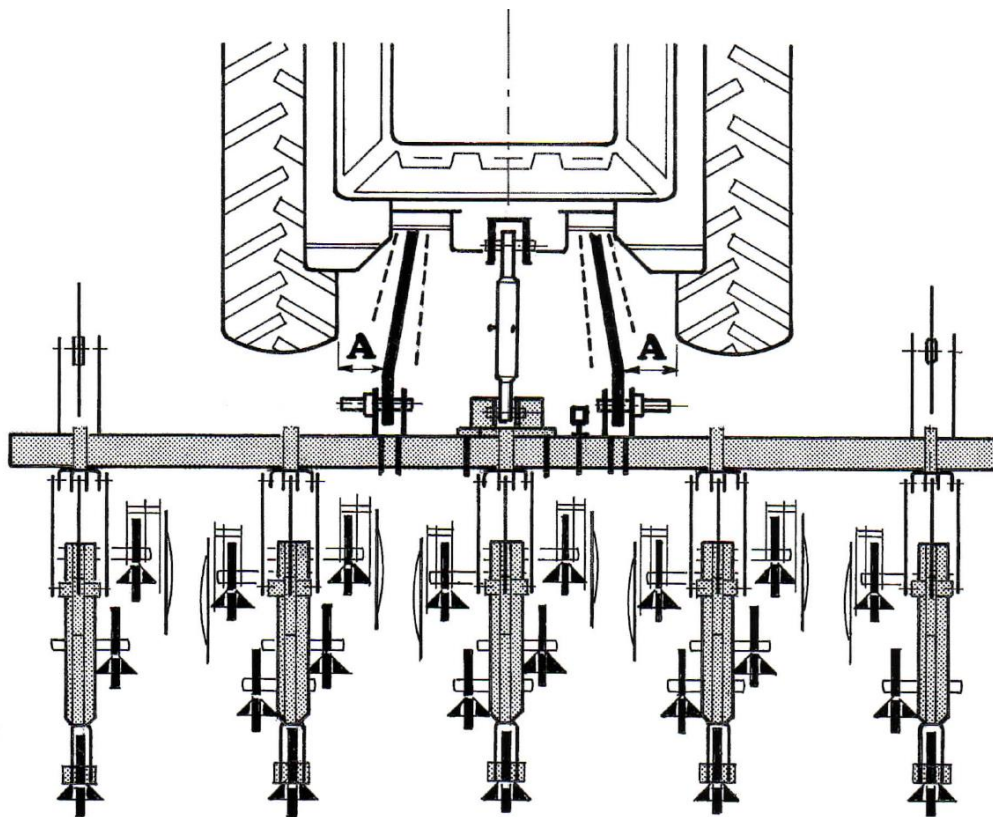

Fig. 13
- Opuścić pielnik, unieść talerze chroniące rośliny, przejechać kilka metrów, a następnie sprawdzić, czy ustawienie rozstawu zębów i talerzy jest odpowiednie, upewnić się, czy głębokość robocza jest poprawna, czy zagłębienie się w glebie stabilizujących krojów talerzowych jest wystarczające. To zagłębienie jest uzależnione od napięcia sprężyny (1); korbą regulacyjną (2) można zmienić to ustawienie: zagłębienie wynoszące 10 cm jest wystarczające w normalnych warunkach pracy.
- Ponownie przejechać około dziesięciu metrów i tym razem sprawdzić, czy pielnik nie zboczył z wytyczonej przez ciągnik ścieżki. Ustawienie jest kontrolowane na poziomie ramion podnośnika ciągnika, które, mimo że są ustawione w pozycji pływającej, to muszą pozostać z każdej strony w równej odległości od kół ciągnika (Patrz: Fig. 13, na poprzedniej stronie). Jeśli pielnik zboczył z drogi, konieczne będzie zmodyfikowanie ustawienia stabilizujących krojów talerzowych poprzez ustawienie (3) w kierunku prawym, jeśli pielnik zachodzi na lewą stronę i poprzez ustawienie w kierunku lewym, jeśli pielnik zachodzi na stronę prawą.